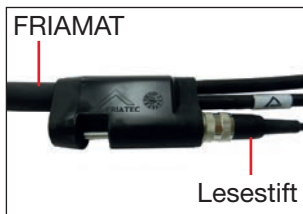

Abb. 1
- Lesestift gegen den Uhrzeigersinn von der Steckerkupplung des Schweißkabels abschrauben (Abb. 1).